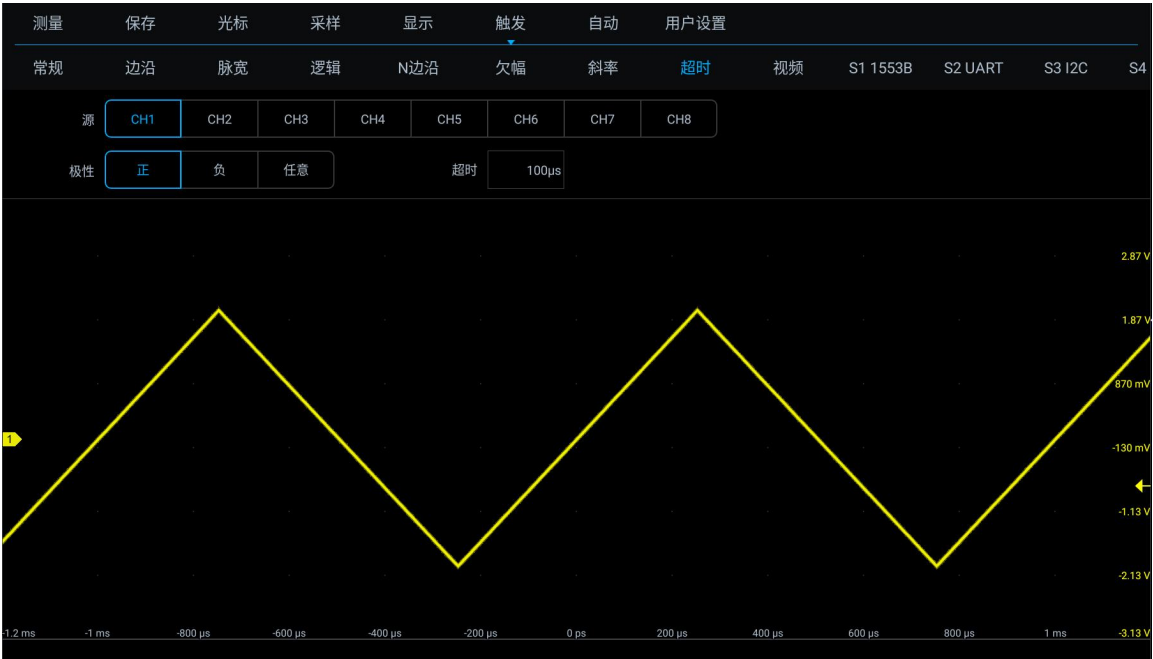

图 6-29 超时触发
- 1) 打开触发菜单，轻点“触发”打开触发菜单，在触发类型中选择超时触发，对超时触发进行如下设置，见图 6-29：